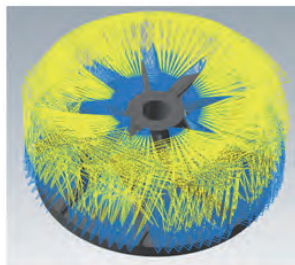

图6 粗加工刀路
(2) 刀具及切削参数。粗加工为了提高加工效率,选择 $\phi 12R3$ 的圆角铣刀,(圆角铣刀粗加工可选择较大的铣削宽度和背吃刀量来提高加工效率,避免球刀加工效率低和易磨损的缺点)精加工叶片和轮毂选择 $\phi 8R4$ 球刀加工,能获得很好的表面质量和加工精度,测量叶轮根部圆角为 $R2.2$,清角加工选用 $\phi 4R2$ 锥度球刀加工,既能保证加工要求,又能提高刀具的刚性。刀具切削参数表如表2所示,生成的加工轨迹如图6~9所示。